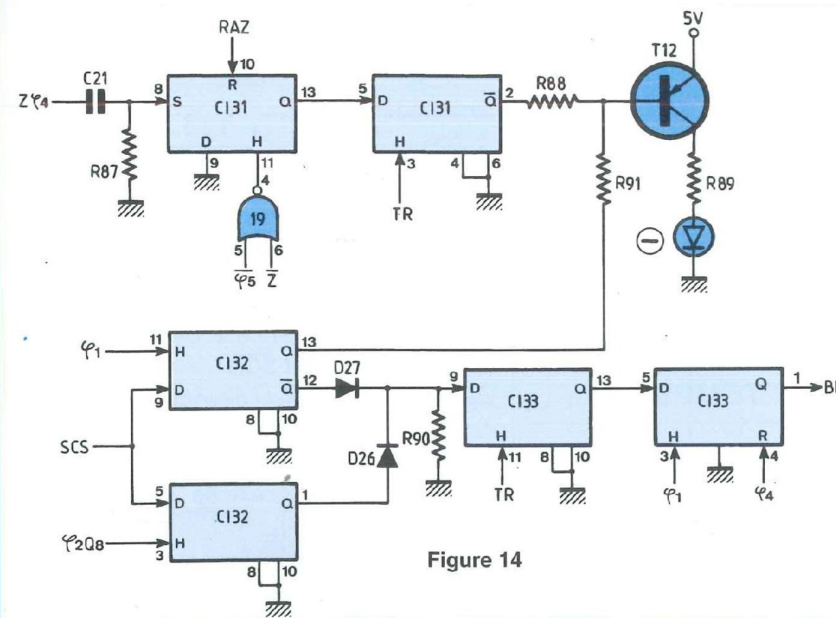

Figure 14
Il faut afficher le signe moins s'il y a eu une impulsion positive de $Z\phi_4$. Cette impulsion fait passer à 1 la sortie Q (13) de la première bascule de CI 31 (figure 14). Toutefois elle revient à zéro par $Z\phi_5$ si le résultat à afficher est zéro, car le moins est alors inutile. Sinon, l'impulsion de transfert entérine l'information en sortie de la deuxième bascule de CI 31, et